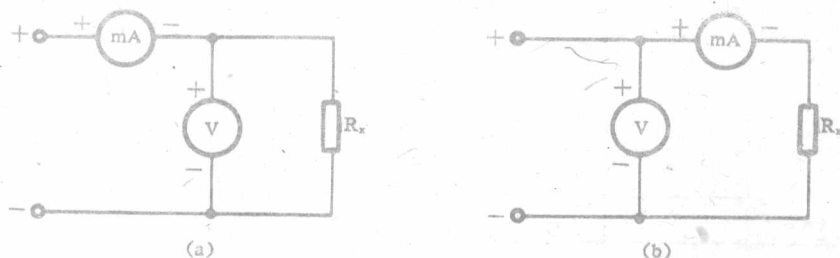

图 2-2 伏安法测量电阻的两种接线方法
3. 用伏安法测量电阻 R_x 有两种接线方法, 如图 2-2 所示, 当 $R_x \ll R_V$ (电压表内阻) 或 $R_x \gg R_{mA}$ (毫安表内阻) 时, 各应采用何种接法误差才较小?